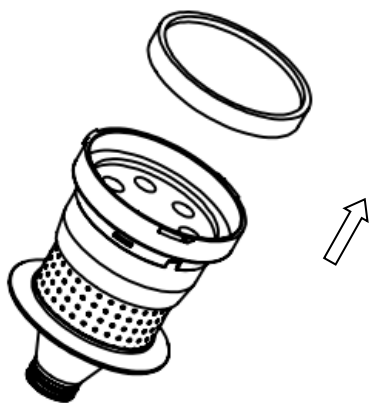

Fig. 17
- c) Estrarre la parte del filtro da pulire o sostituire (Fig. 17)